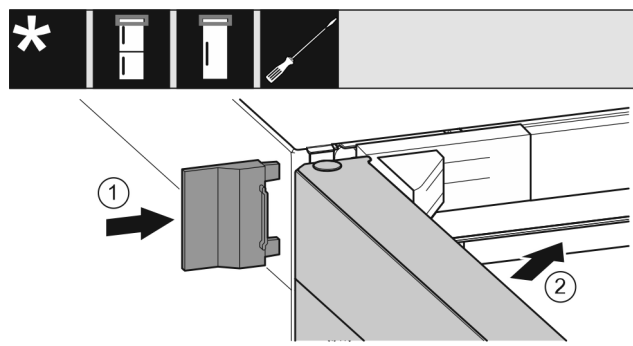

Fig. 24
- Coloque por deslizamiento la cubierta exterior Fig. 24 (1).
- Cierre la puerta superior Fig. 24 (2).